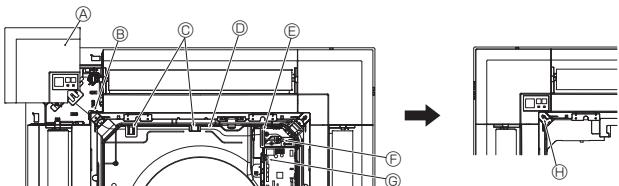

Fig. 6-9
6.4.5. Установка приемника сигналов (Fig. 6-9)